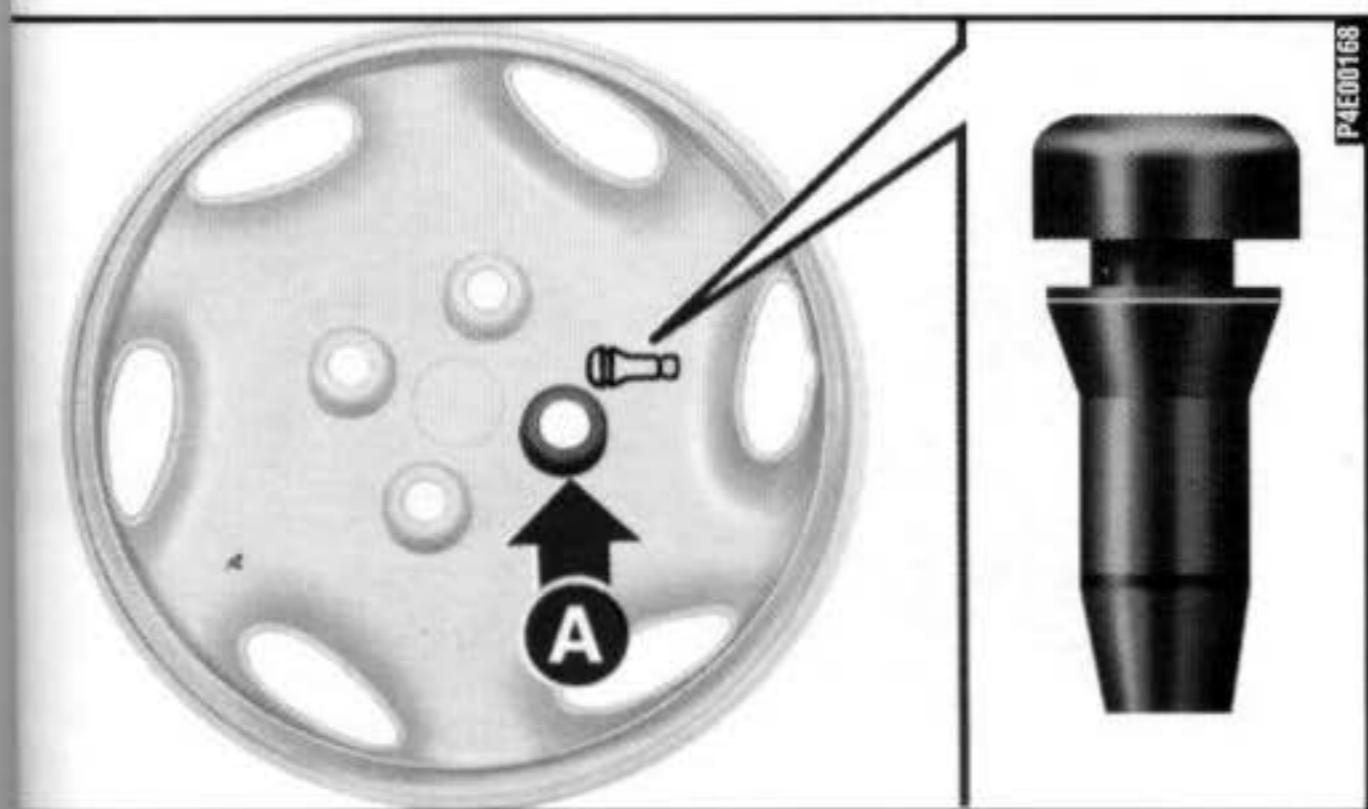

fig. 7
9) Colocar a calota cuidando que o símbolo na parte interna, fique em correspondência com a válvula, e dessa maneira o furo maior da calota **A-fig. 7** passará pelo parafuso já fixado.